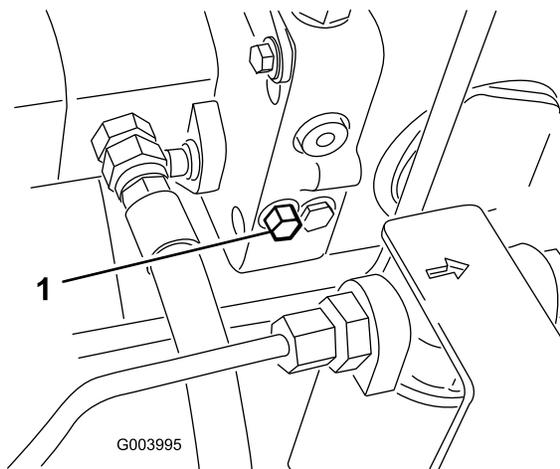

Рисунок 55
1. Чтобы открыть перепускной клапан и обеспечить внутренний перепуск масла, поверните болт перепускного клапана на 1,5 оборота (Рисунок 55).